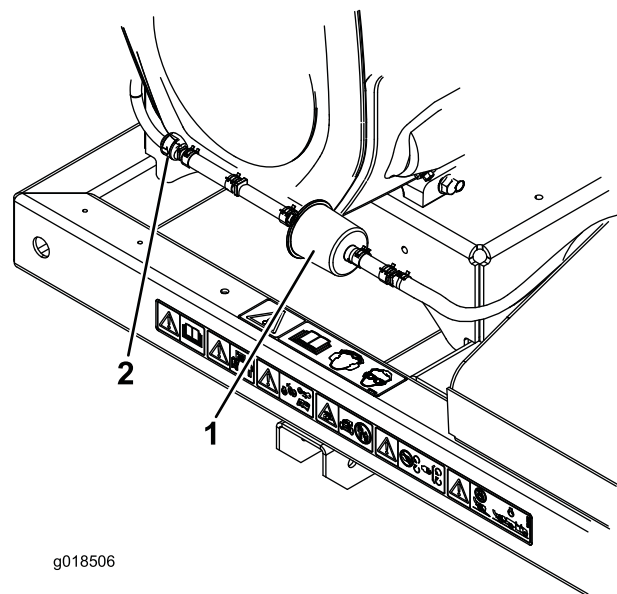

Figura 18
2. Afaste os grampos do tubo do tipo mola em ambos os lados do filtro da linha de purga do recipiente de carbono para longe do filtro (Figura 18).
3. Retire e deite fora o filtro de carbono (Figura 18).
4. Instale um novo filtro no tubo com a seta no filtro a apontar na direcção da válvula de verificação e prenda-o com os grampos de tubo (Figura 18).